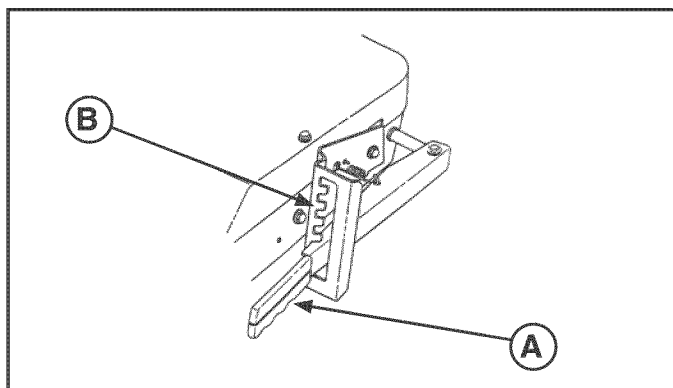

FIGURA 10
- Ajuste la altura de corte subiendo o bajando la palanca elevadora de la plataforma (A, Figura 10) hasta la altura deseada de la muesca de corte (B).